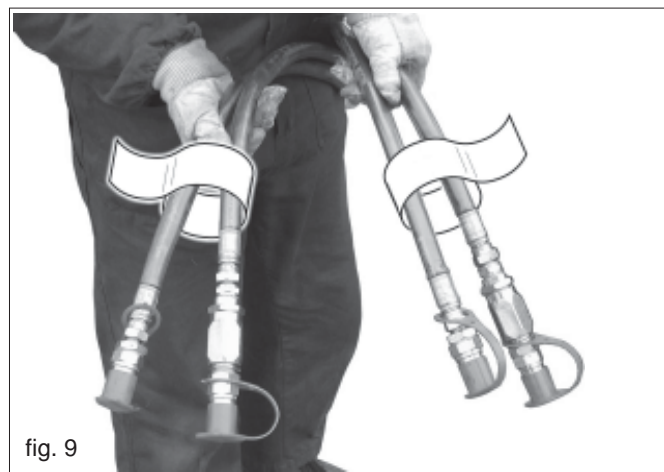

fig. 9
- 4) Conecte correctamente los tubos hidráulicos a los distribuidores del tractor, siguiendo las indicaciones presentes en cada tubo (Fig. 9).